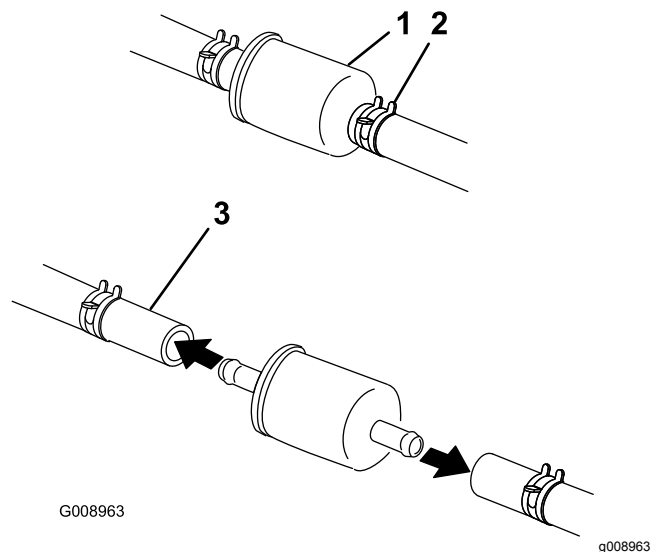

Figure 50
5. Fermez le robinet d'arrivée de carburant sous le siège (Figure 50).
6. Pincez les extrémités des colliers et éloignez les colliers du filtre (Figure 50).
8. Posez un filtre neuf et rapprochez les colliers de fixation du filtre (Figure 50).